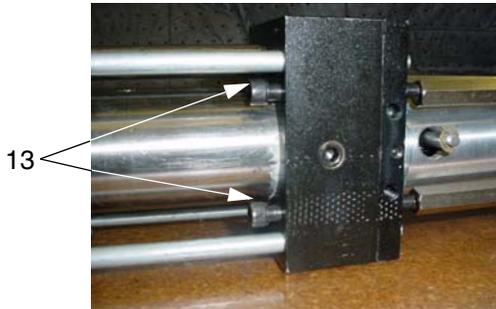

FIG. 6
10. Inserte cuatro pernos (13) en la base de la bomba y sujétela contra el cilindro hidráulico (1) con una llave allen de 1/4" (9). Vea la FIG. 6.